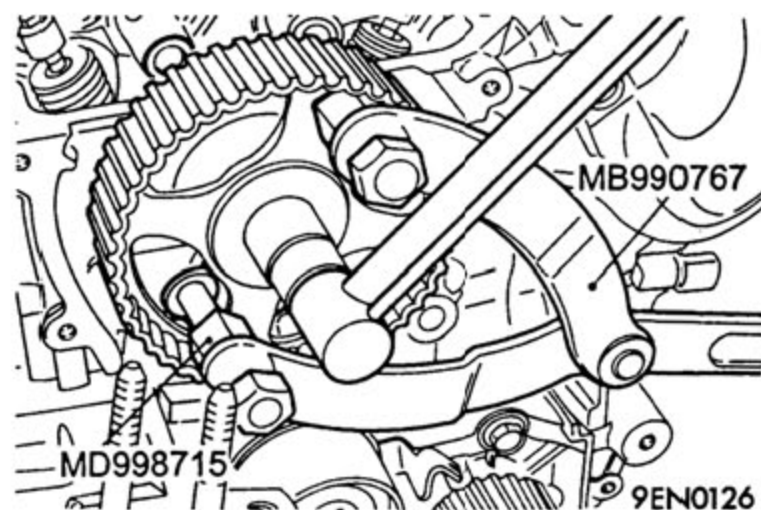

图 3-8
- A). 使用图 3-8 所示的专用工具将凸轮轴链轮锁定在相应的位置。